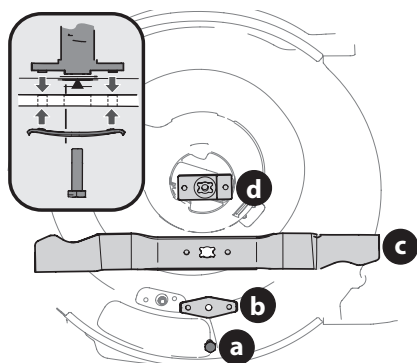

Figura 24
- Retire el perno (a) y el soporte de campana de la cuchilla (b) que sostienen la cuchilla y el adaptador al cigüeñal del motor (Figura 24 a la página 31).
- Retire la cuchilla (d) y el adaptador de la cuchilla (d) del cigüeñal (Figura 24 a la página 31).
7. Lubrique el cigüeñal del motor y la superficie interna del adaptador de la cuchilla con aceite ligero. Vea el recuadro de la Figura 24.